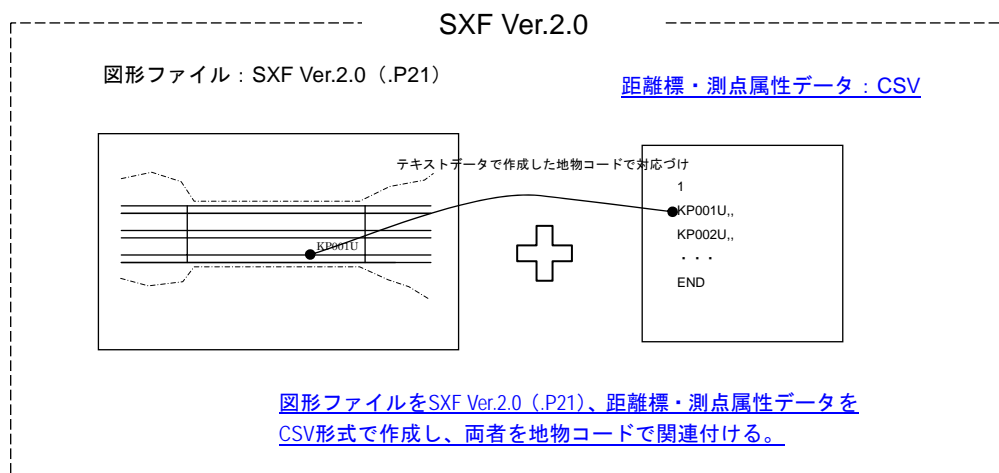

図 1 SXF Ver.2.0 のファイル構成 (イメージ)
- ・ 距離標および測点の属性データを別途 CSV 形式*で作成するとともに、CAD 上の距離標および測点の点データおよび属性データと対応付けるため、点データに地物コードを配置する（図 1 参照）。